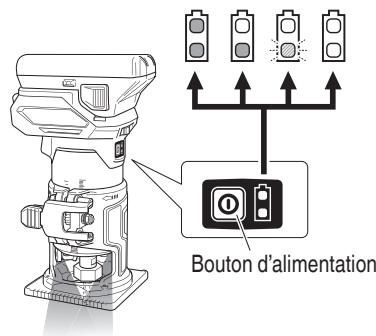

Fig. 32
5. À la mise sous tension, le témoin lumineux de puissance batterie résiduelle s'allume et l'alimentation restante de la batterie peut être vérifiée. (Fig. 32) Le Tableau 6 indique le statut du témoin lumineux de puissance batterie résiduelle et la puissance restante de la batterie.